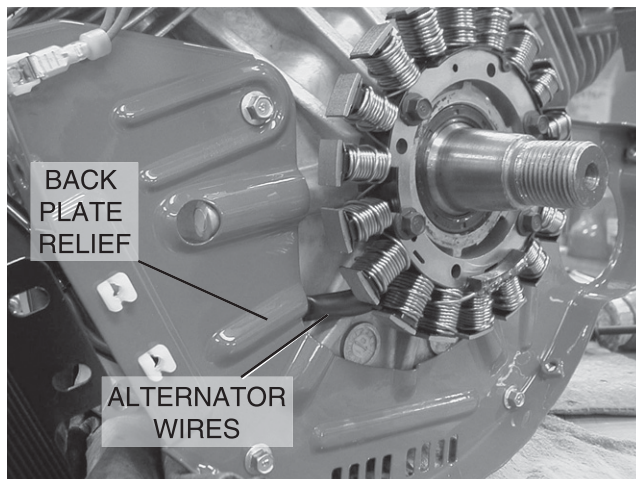

Figure 13-9. Install Alternator
1. Install alternator, Figure 13-9.